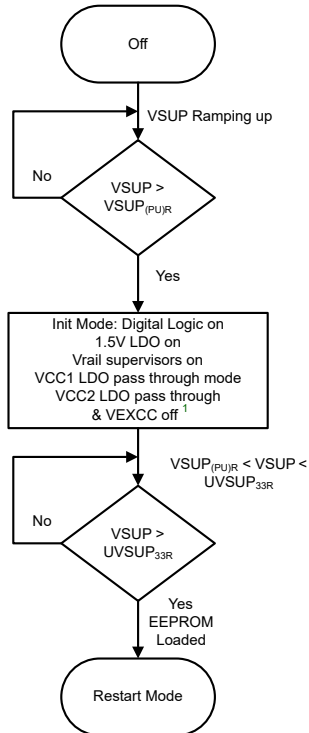

図 8-3. 起動時の状態図
デバイスでは、パワーオン リセット ($VSUP_{(PU) R/F}$) と低電圧 ($UVSUP_{33R/F}$ および $VSUP_{5R/F}$) の 3 つの VSUP 電圧レベルが監視され、ランプアップとダウンの両方の値が監視されます。UVSUP も、VCC1 の電圧レベルに応じて 2 つの異なるスレッシュホールドに分解されます。UVSUP については、セクション 8.4.8.8 で説明します。パワーアップについては、図 8-3 は利用可能な電圧レベルと機能と時期に関する情報を提供します。